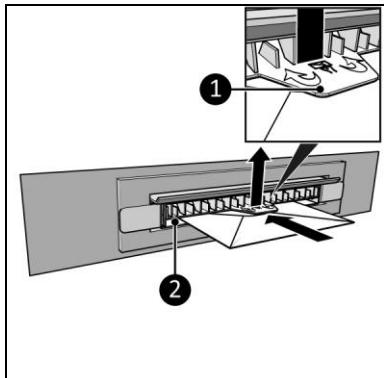

Abbildung 9
- Ziehen Sie den Griff (Abbildung 9, Pos. 1) nach oben und schieben Sie einen Brief (max. 5 mm) durch den Briefkastenschlitz (Abbildung 9, Pos. 2).